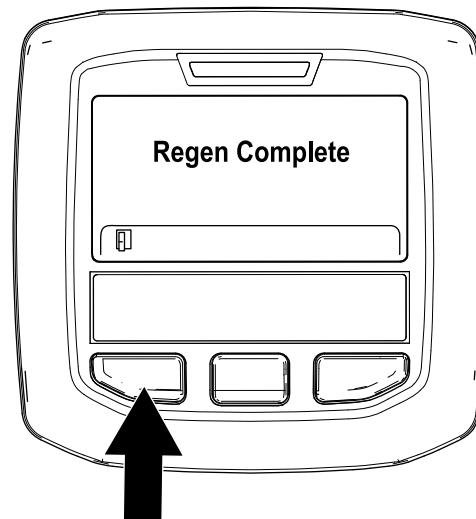

Figura 51
9. A regeneração em estacionamento está concluída quando a mensagem “Regen Complete” (Regen. completa) surge no InfoCenter. Prima o botão esquerdo para sair para o ecrã inicial (Figura 51).